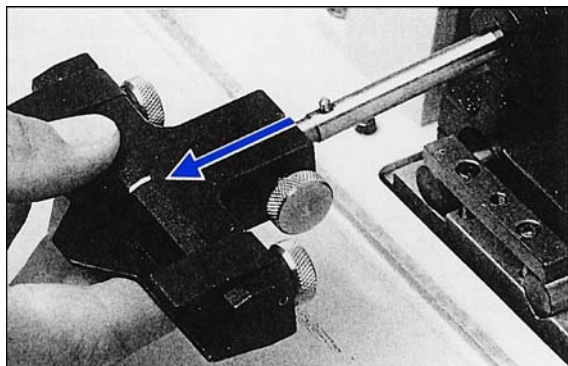

Fig. 21.1
2. Desmonte el porta-cuchillas del brazo portador (**Fig. 21.1**). Alce el brazo portador por aproximadamente 4 cm. Después, gire el selector giratorio hasta el tope izquierdo (posición 'Coarse/Glass Lap' - afilado grueso / reacondicionamiento de placas de pulido)